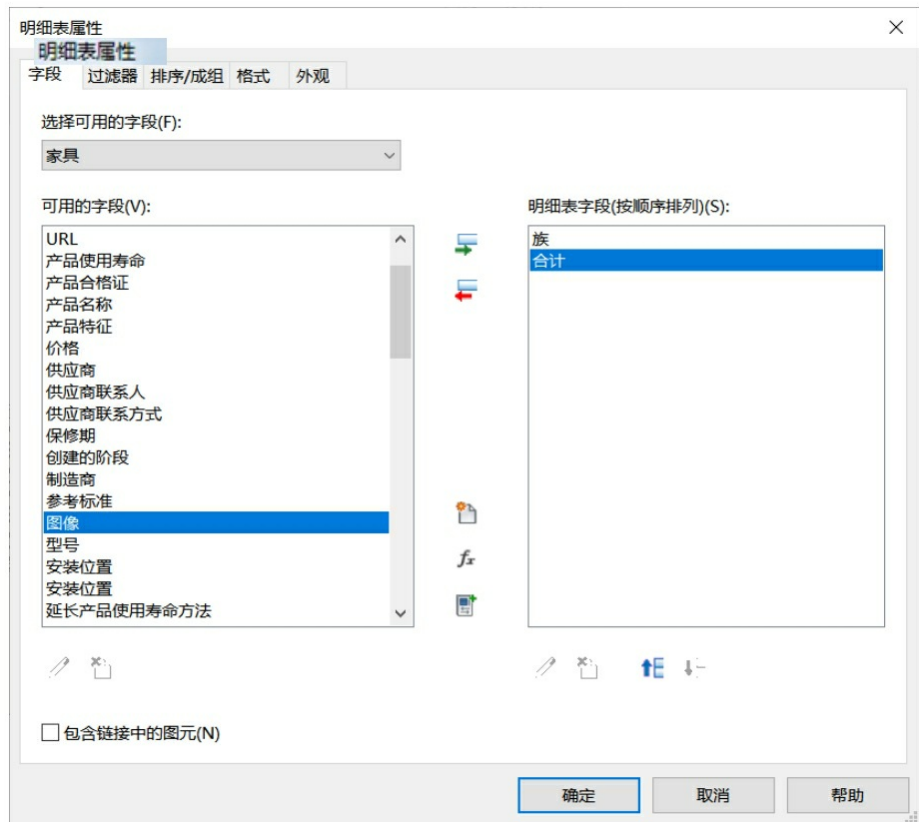
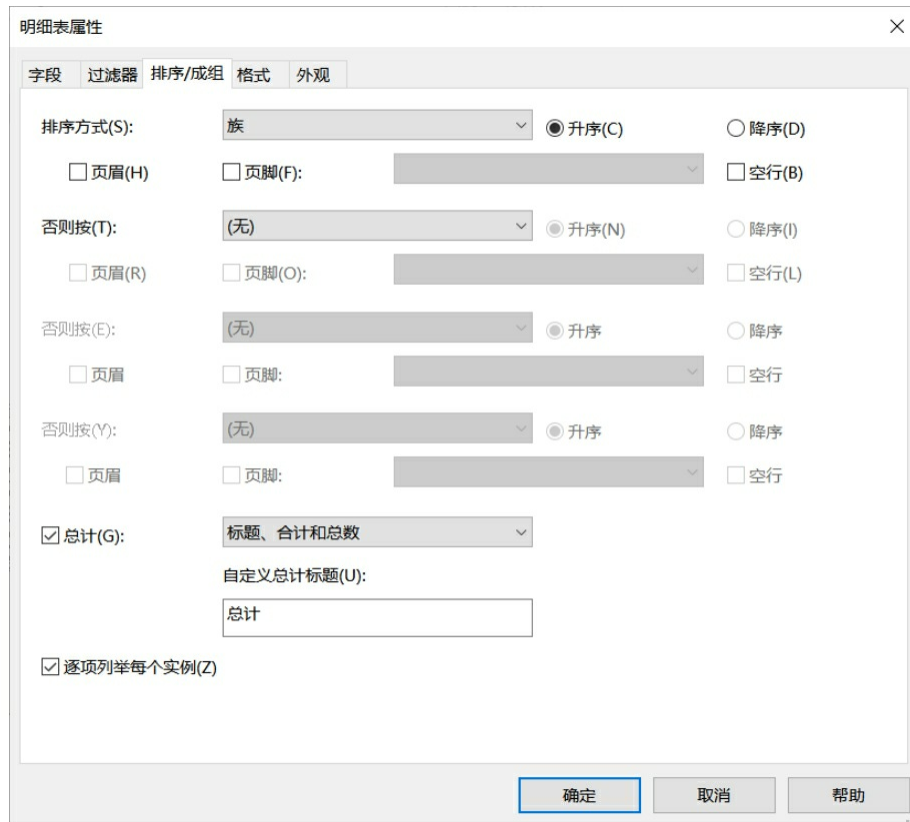

图6-20
图6-21
(3) 将圆柱体族载入项目中，创建家具明细表。在这里选择参数为“族、合计”，如图6-20所示。同时，在“排序/成组”中勾选“总计”，去掉列举每项，如图6-21所示。